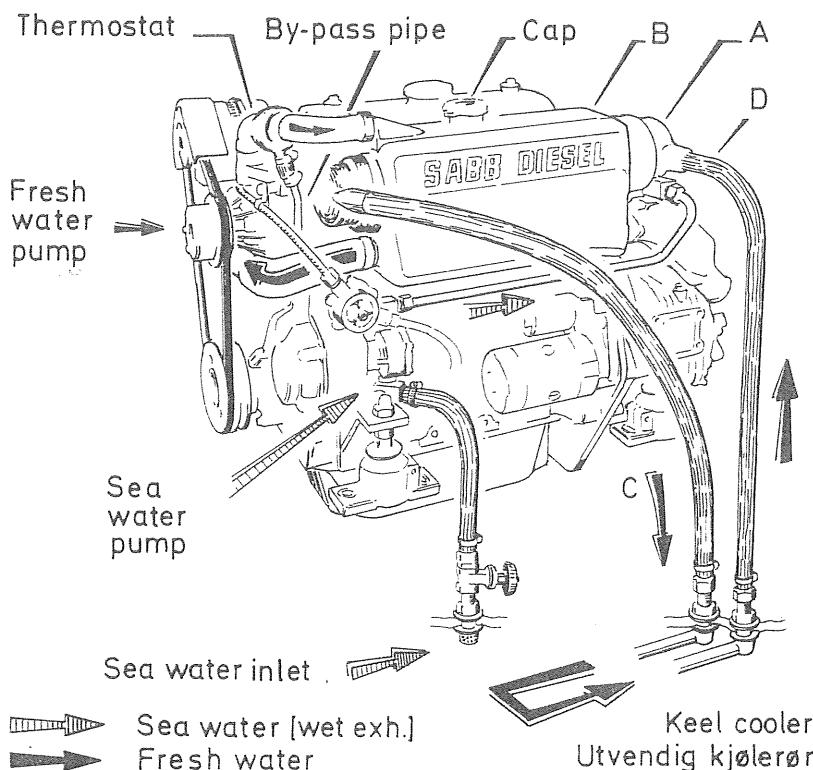
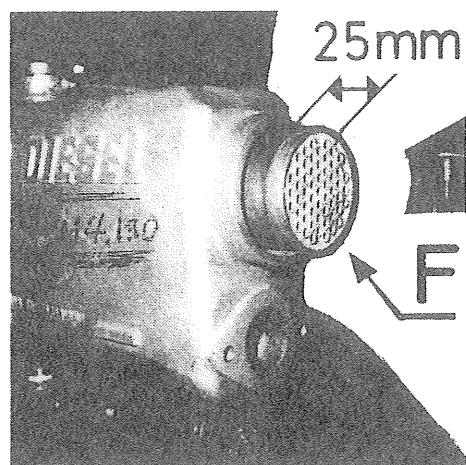

Fig. 39
Fig. 47
For motor med utvendig kjølerør (fig. 39) leveres varmeveksleren (B) uten innmontert rørkjøler (se side 48, fig. 47, pos. F).
For engine with keel cooler (fig. 39) the heat exchanger (B) have not been fitted with cooler tubestack (see page 48, fig. 47, pos. F).
Hvis en ved den rutinemessige kontroll merker minkende kjølevannsnivå, kan årsaken være tæringshuller i rørkjøleren. Ferskvannet suges da ut sammen med sjøvannet. Tapp ut sjø- og ferskvannskretsen. For å komme til rørkjøleren (fig. 47, pos. F) løses forreste slangeklemme i front-endelokket. I bakkant løses endelokket (E) og eksosbendet som trekkes av. Rørkjøleren trekkes akterover og ut og inspiseres for lekkasje. Sjekk samtidig om smuss eller skitt har lagt seg foran hullåpningene (i front). Ved montering skal rørkjøleren fullt innpresset stikke ca.
To gain access to tubestack (fig. 47, pos. F), untighten fore hose clip on front cover. Undo rear end cover (E) and exhaust bend. Extract tubestack at rear end of housing, and check for leaks and front end blockage. Reassemble in opposite order. When refitting tubestack, rear end should extend 25 mm from housing. See F.